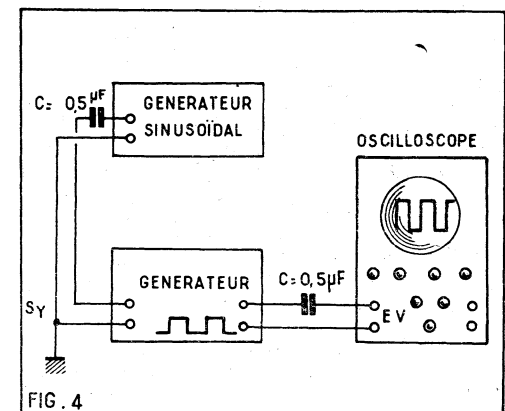

FIG. 4
La mise au point s'effectuera à l'oscilloscope. On connectera la sortie du générateur à l'entrée EV de l'amplificateur « vertical » de l'oscilloscope comme le montre le schéma de montage de la figure 4.
- Rétablir le montage primitif de la figure 4. Régler la fréquence avec I_1 et P_3 jusqu'à obtention de 5 périodes de tension rectangulaire ;